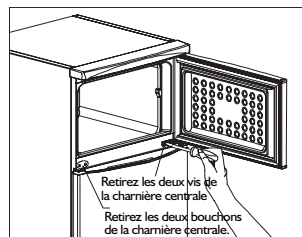

Fig. 1
1. Desserrez les 2 vis de fixation de la charnière centrale. Retirez les deux bouchons de la charnière centrale du côté gauche (Fig. 1).